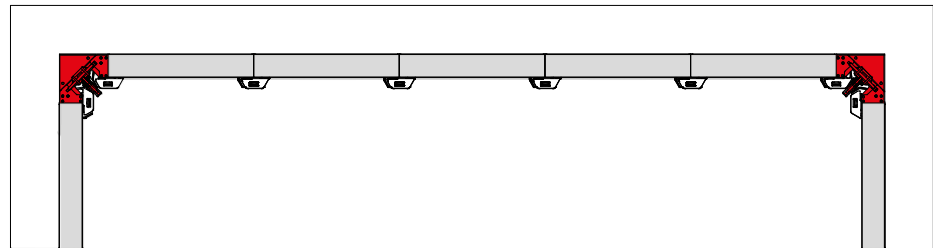

Abb. 39.1
1. Nach der Betonage AS-Schalschlösser an Ausschalecke entfernen (Abb. 39.1).